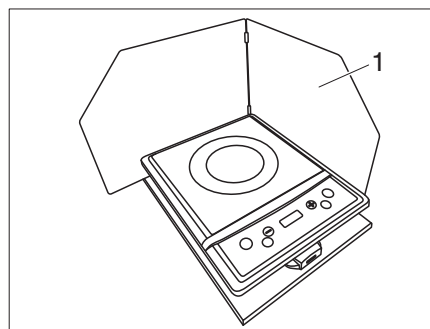

Figura 31 Instalar el protector contra salpicaduras
- Coger y montar el protector contra salpicaduras (Figura 31,1).